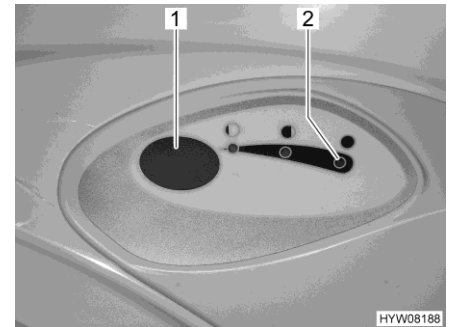

Fig. 300 Botón del inodoro/luz de control (inodoro Thetford)
- Para lavar, pulsar el botón del inodoro azul (Fig. 300,1).
La luz de control (Fig. 300,2) se enciende cuando es necesario vaciar el depósito de aguas fecales.